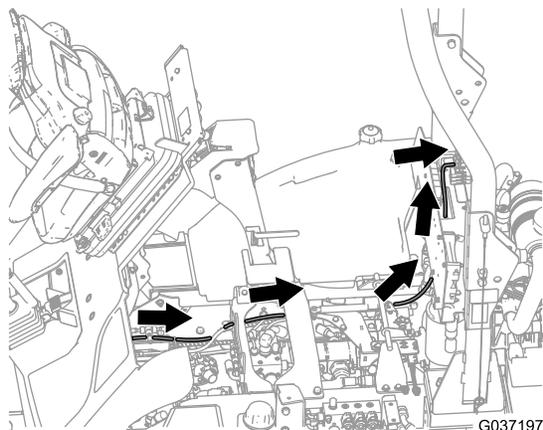

**Figura 31**
- Localize a cablagem de 400 cm (com terminal de anel) como se mostra na Figura 31.
- Ligue o conector de duas lâminas da suspensão pneumática ao conector de duas tomadas (fios preto e vermelho) da cablagem do kit de 400 cm (Figura 30 e Figura 31).